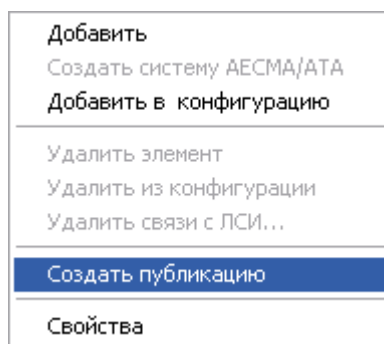

Рис. 10-32
2. В контекстном меню выберите пункт **Создать публикацию** (рис. 10-32).